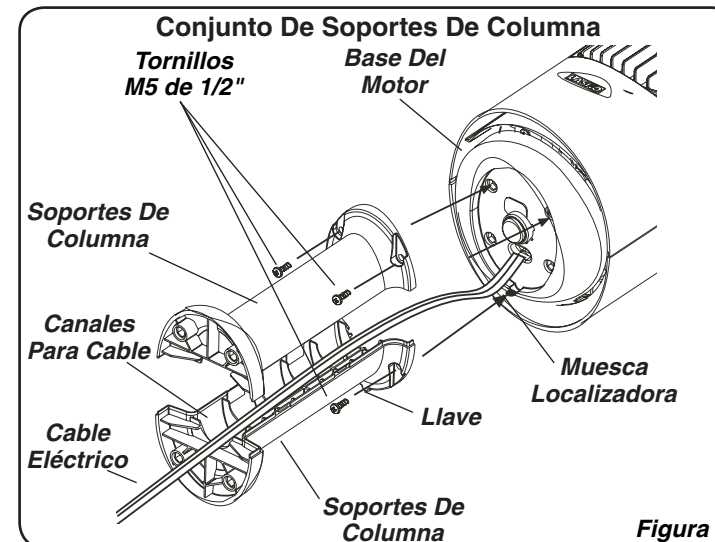

Figura 1
- Localice el **Cable Eléctrico** en la parte inferior del Ventilador. Coloque el **Cable Eléctrico** en los **Canales Para Cable** de los **Soportes De Columna**. Encaje firmemente los **Soportes De Columna** el uno con el otro de modo de formar un **Conjunto De Soportes De Columna**. (Figura 1)
- Una el **Conjunto De Soportes De Columna** a la **Base Del Motor** con (4) **Tornillos M5 de 1/2" de largo**. Cerciórese de alinear la **Llave** del **Conjunto De Soportes De Columna** con la **Muesca Localizadora** de la **Base Del Motor**. (Figura 1)